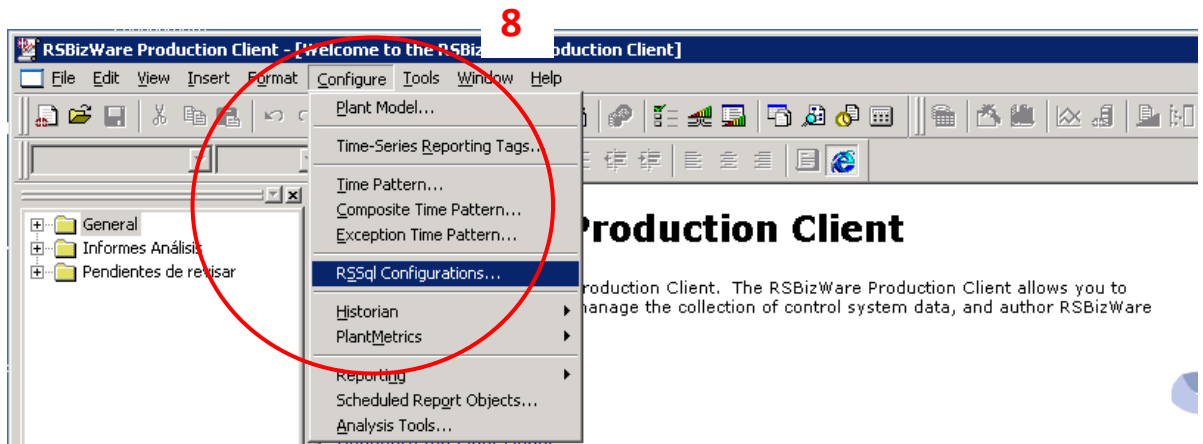

Imagen 22
8. - Una vez dentro (Imagen 22), desplegar el menú **Configure→RSSql Configurations**: